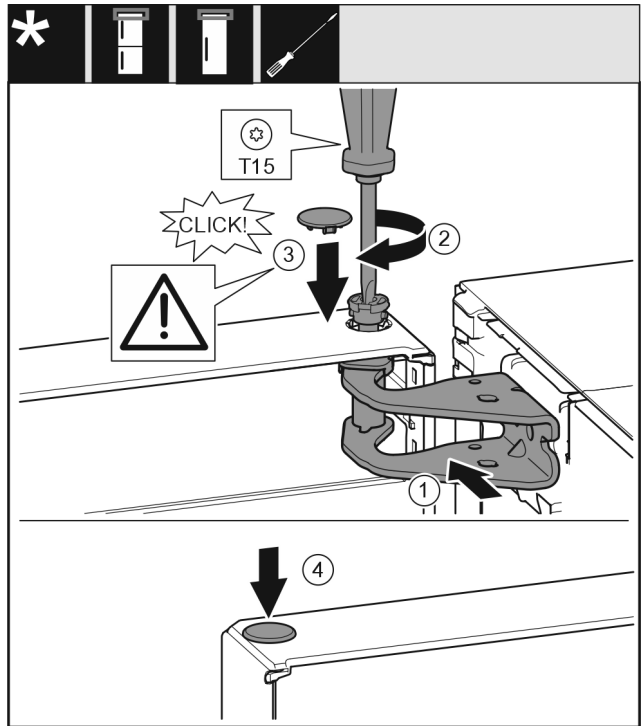

Fig. 49
- Aligner la porte en haut sur l'ouverture du support de palier Fig. 49 (1).
- Insérer l'axe Fig. 49 (2) et le serrer avec un tournevis.
- Installer le couvercle Fig. 49 (3).
- Vérifier que le couvercle Fig. 49 (3) repose bien sur la porte.
- Installer le couvercle Fig. 49 (4).